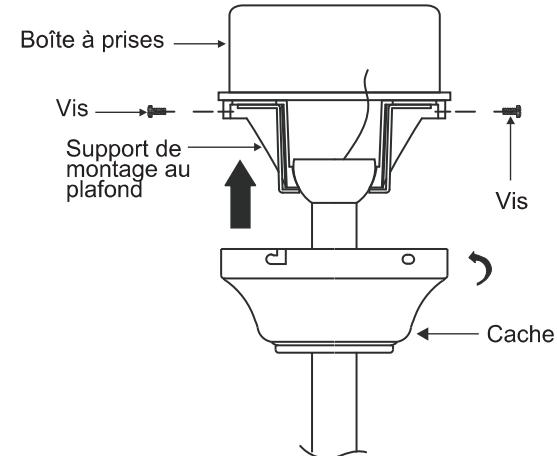

Fig. 12
Étape 2. Glisser le cache jusqu'au plafond et le fixer au support de montage au plafond avec quatre (4) vis sur le bord supérieur du support de montage. Insérer chaque vis dans le trou de montage du cache et dans le support de montage. Serrer solidement toutes les vis. (**Fig. 12**)